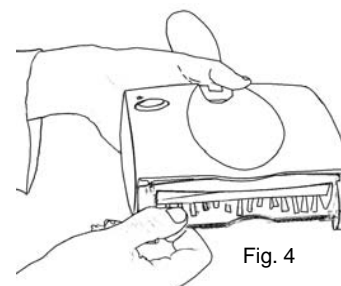
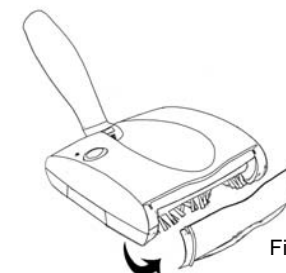

Fig. 4
Fig. 5
4. Desmonte periódicamente la cubierta transparente de la escobilla giratoria del frente de la base del barredor y sáquele las acumulaciones de pelusa, pelos o fibras a la escobilla. Para sacar la cubierta, agarrarla de abajo y tirar de ella hacia arriba hasta que se desenganche de las ranuras de los costados y de las uñas de encima en el barredor. (Fig. 4, Fig. 5)